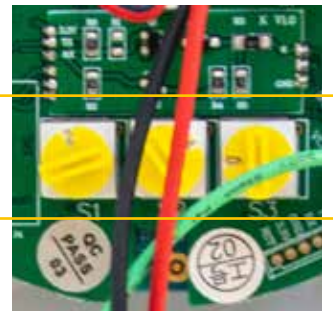

Abbildung 8 Vergrößerte Ansicht der Drehschalter S1, S2, S3
- Lösen Sie die Kreuzschlitzschrauben an den vier Ecken des Objektivgehäuses (wie in Abbildung 8 gezeigt), heben Sie es nach oben und drehen Sie es um, um an die Hauptplatine unten zu gelangen.
- Suchen Sie die Drehschalter S1, S2 und S3, wie in Abbildung 8 gezeigt, und drehen Sie die Schalter entsprechend der Kennungstabelle auf den gewünschten Code.